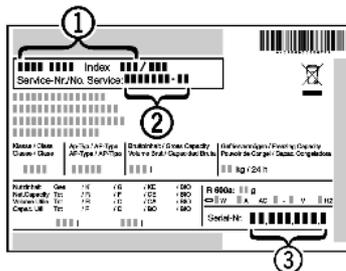

Fig. 14
- ▶ Наименование устройства Fig. 14 (1), сервисный № Fig. 14 (2) и серийный № Fig. 14 (3) считайте с заводской таблички. Заводская табличка находится внутри устройства слева.
- ▶ Обратитесь в сервисную службу и сообщите вид неисправности, наименование устройства Fig. 14 (1), сервисный № Fig. 14 (2) и серийный № Fig. 14 (3).